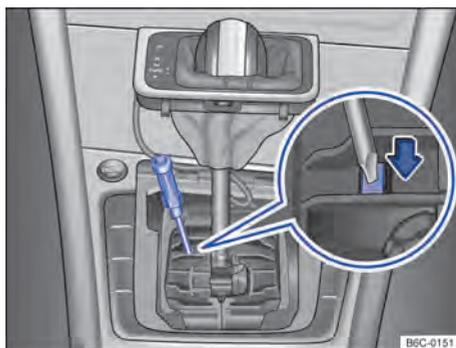

Fig. 99 Desinstalar a cobertura da alavanca seletora e destravar o bloqueio da alavanca seletora emergencialmente. ▶
- Com o auxílio de uma chave de fenda pressionar cuidadosamente a alavanca de destravamento no sentido da seta e manter nessa posição → Fig. 99.